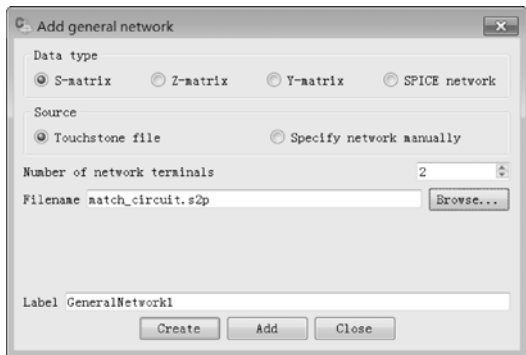

图 10-51 选择 S 参数文件定义匹配电路的非辐射网络
- Label: GeneralNetwork1，如图 10-51 所示。